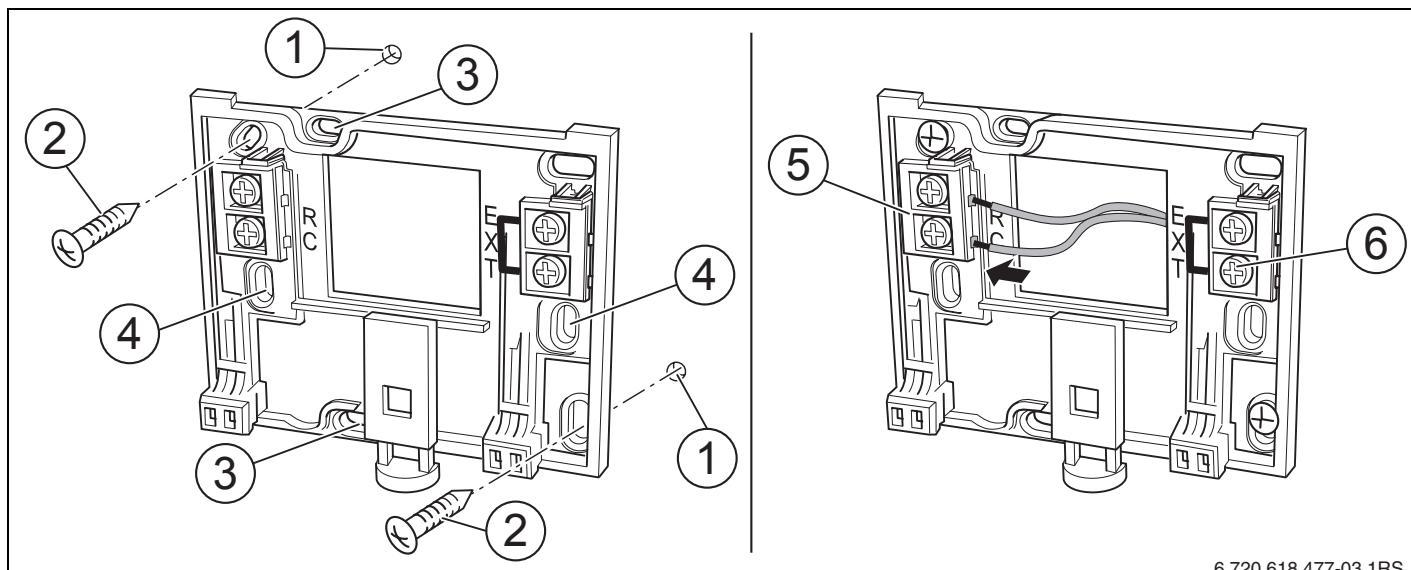

Рис. 3 Монтаж настенного держателя (слева) и электрическое подключение (справа)
- Установите настенный держатель (→ рис. 3, слева).